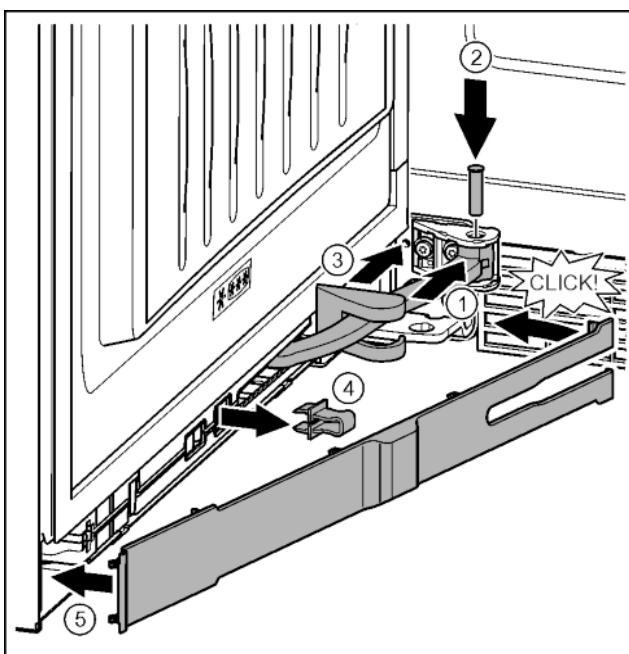

Fig. 41
- Повернуть шарнир в навеске. Fig. 41 (1)
- С помощью отвертки T15 вставить палец в навеску и шарнир. При этом следить за тем, чтобы выступ фиксатора занимал правильное положение в пазу. Fig. 41 (2)
- Переместить крышку опорного кронштейна вдоль шарнира и установить над навеской. Fig. 41 (3)
- Снять предохранитель. Fig. 41 (4)
- Установить накладку со стороны ручки и повернуть. Fig. 41 (5)